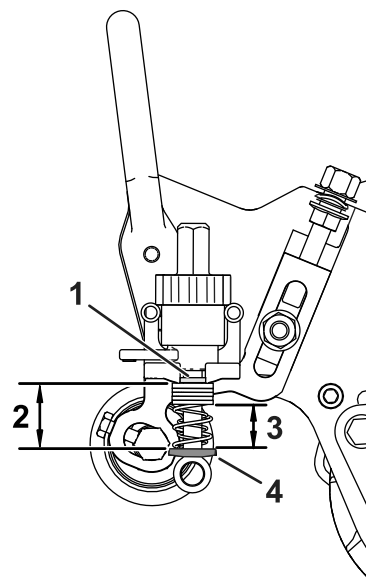

Figura 16
- Mida la distancia entre las arandelas (la longitud actual del muelle), tal y como se muestra en la Figura 16.